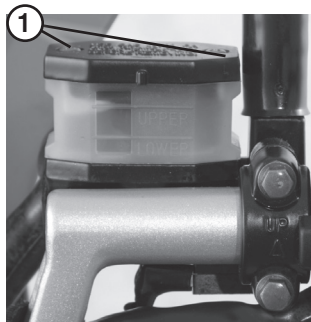

Рис. 15. Главный тормозной цилиндр
Дисковый тормоз переднего колеса с гидравлическим приводом регулировки не требует. Осмотр тормозных колодок производится без снятия колеса со стороны передней части тормозного диска. Контроль уровня тормозной жидкости в резервуаре главного тормозного цилиндра (рис.15) осуществляется через прозрачное окно пластикового корпуса. Установите руль мотоцикла в положение, при котором крышка резервуара занимает горизонтальное положение; уровень жидкости должен находиться между верхней и нижней метками, нанесенными на корпус резервуара.
- выверните винты (рис.15 поз.1) и снимите крышку резервуара главного тормозного цилиндра с диафрагмой;